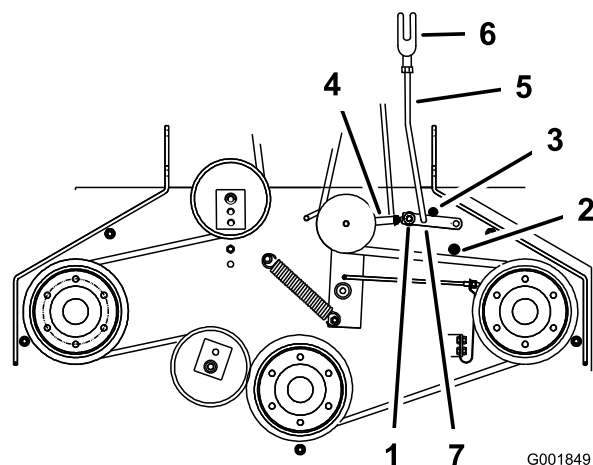

Figure 48
- Vérifiez que le bras d'assistance est en appui contre la butée arrière sur le plateau (Figure 48).
- Le bras d'assistance doit toucher la butée avant sur le plancher. Dans le cas contraire, réglez le levier coudé pour le rapprocher du renfort (Figure 48).
- Pour ajuster la bielle du bras d'assistance, enlevez la goupille fendue du bras d'assistance (Figure 48).
- Installez la bielle dans le bras d'assistance et fixez-la avec la goupille fendue (Figure 48).